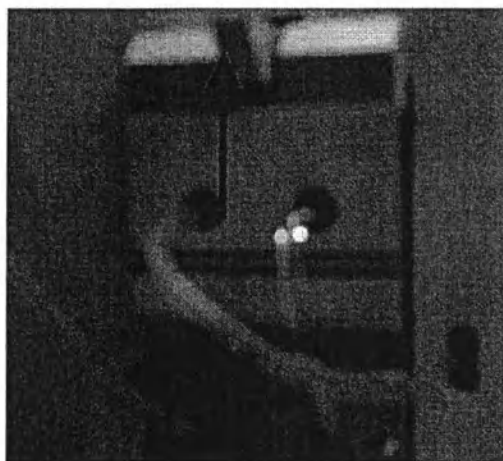

Рис. 7.3. Закрытый сенсорный отсек
2. Откройте сенсорный отсек, нажав на рычаг (см. рис. 7.3).